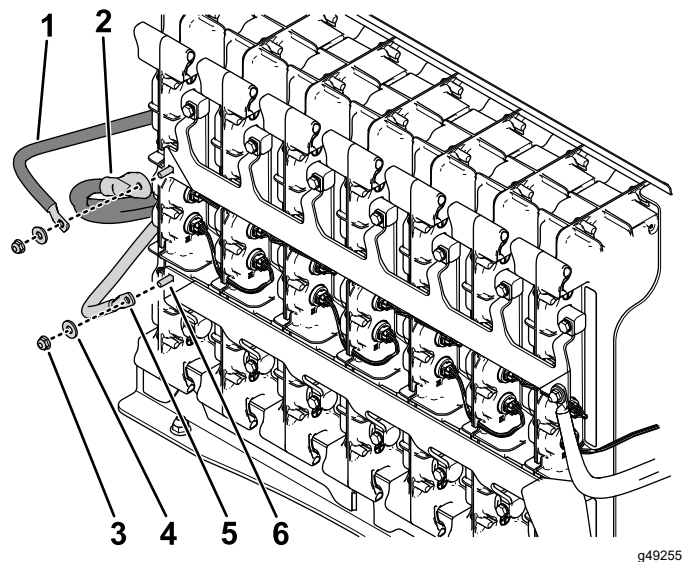

図 6
6. 図 6に示すように、2個のキャリッジボルト1/4"、ワッシャー1/4"、および2個のロックナットを使って、赤と黒のバッテリーケーブルを後部バッテリートレイのバスバーに接続する。
注 キット内の黒色のバッテリーケーブルは、図 6に示すように、マシンの既存の黒色のバッテリーケーブルの上に取り付けられます。